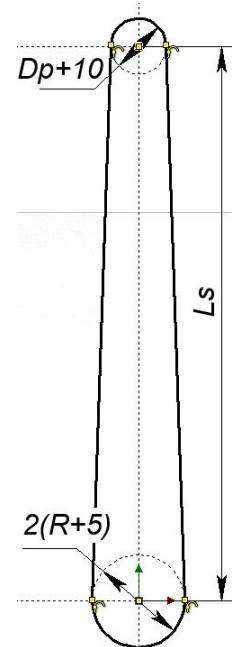

Рис. 2.7 – 3D профиль тела шатуна
2.4.1 Создайте «3D деталь» и сохраните её в рабочую папку, например, как «лр2 Шатун». Выберите плоскость «Вид слева» и создайте на ней 3D-профиль, показанный на рис. 2.7, используя команду «Чертить» панели 3D Модель. Например, создайте оси и вспомогательную горизонтальную прямую на высоте  $Ls$ . Постройте в нижней и верхней части окружности нужного диаметра. Проведите соединяющие их наклонные отрезки . Они должны быть касательными к окружностям. Затем отрежьте части окружностей внутри контура инструментом «Обрезка» панели «Эскиз».